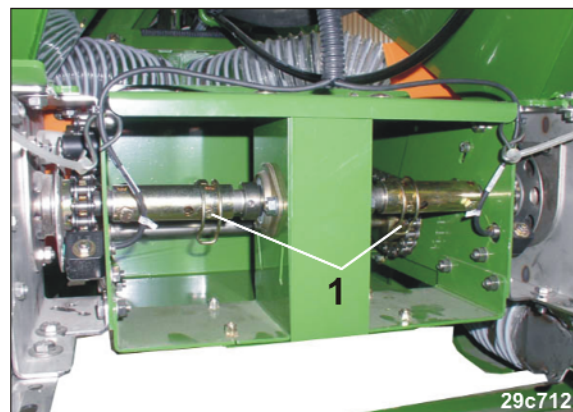

Fig. 116
- le dosage d'une moitié de machine (tronçon) peut être arrêté en enlevant la goupille d'arrêt correspondante (Fig. 116/1).